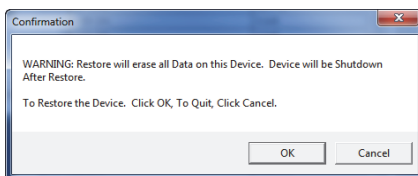

图 7-30 确认对话框：确认恢复操作
4. 当出现 **Confirmation**（确认）对话框时（参见第 195 页的图 7-30），点击 **OK**（确定），开始恢复操作。